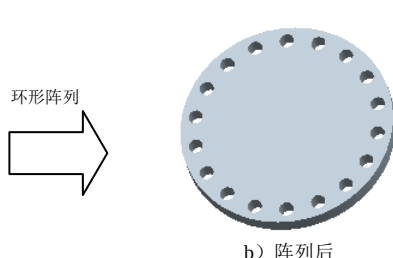

图 3.21.10 创建环形阵列
先介绍用“引导尺寸”的方法进行环形阵列。下面要创建图 3.21.10 所示的孔特征的环形阵列。作为阵列前的准备, 先创建一个圆盘形的特征, 再添加一个孔特征, 由于环形阵列需要有一个角度引导尺寸, 因此在创建孔特征时, 要选择“径向”选项来放置这个孔特征。对该孔特征进行环形阵列的操作过程如下:
Step4. 选取引导尺寸、给出增量。选取图 3.21.10 中的角度引导尺寸 10° , 在“方向 1”的“增量”文本栏中输入角度增量值 20.0。